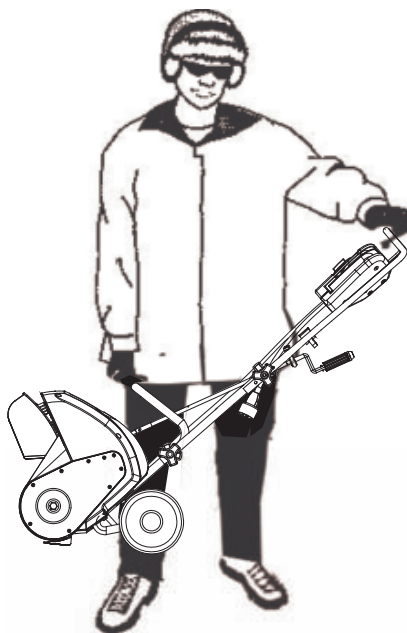

Fig. 10
- Al mover el lanzador de nieve, tómelo tanto por la manija superior como por la auxiliar (Fig. 10).